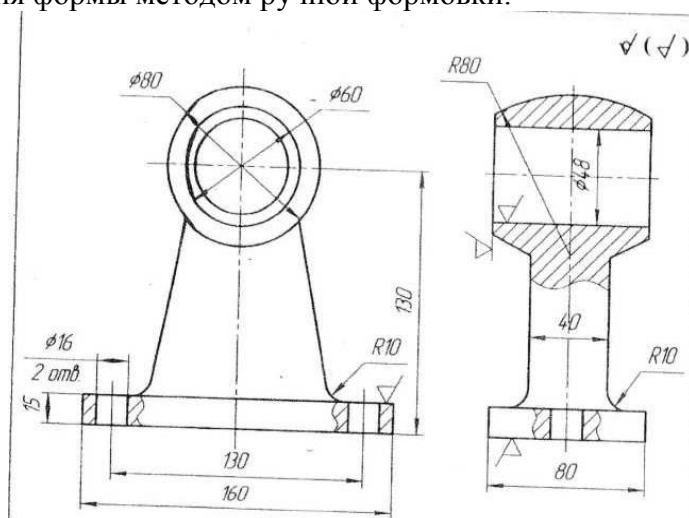

Рисунок 10. Корпус, СЧ 18.
3. По эскизу детали (рис. 10) разработайте процесс ее изготовления методом литья в песчаную форму, описать технологические возможности метода и указать область его применения, по эскизу детали разработать эскиз отливки с модельно-литейными указаниями, привести эскизы модели, стержневого ящика и собранной литейной формы (в разрезе), описать последовательность изготовления формы методом ручной формовки.